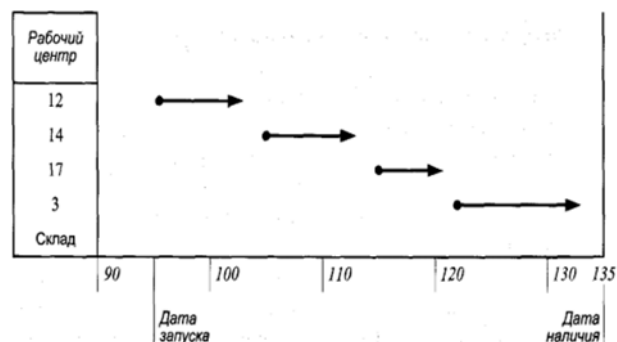

Рис. 5.13 Рабочие центры
3. Распределение производственных заданий по рабочим центрам (Рис. 5.13).